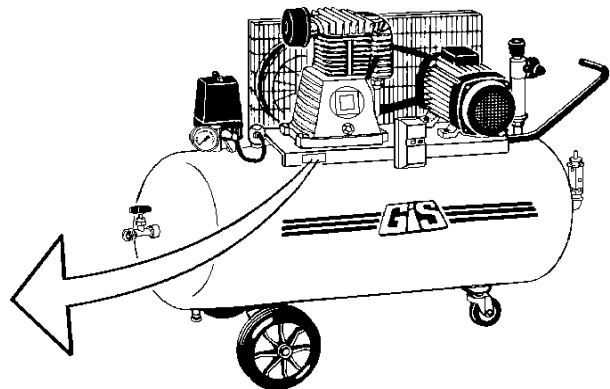

Fig. 1-1
L'elettrocompressore è identificato da una targhetta posta sulla fiancata della lamiera porta motore (fig. 1-1).
Der Elektrokompressor ist mit einem Schild, welches auf der Seite des Halterungsbleches des Motors sitzt, versehen. (Bild 1-1).
L'électrocompresseur est identifié par une plaquette située sur le côté en tôle de la porte du moteur (fig. 1-1).
El electrocompresor se identifica por una plaquita situada en el lado en lamera del puertamotor (fig. 1-1).
The electrocompressor is identified through a label attached on the side of the motor-holding plate. (fig. 1-1).
Maskinens identifikasjonsplate er plassert på motorbraketten. (fig. 1-1).
- 1 modello compressore e tipo (rilevabile dalla targhetta di fig. 1-1)
- 2 numero di matricola (rilevabile dalla targhetta di fig. 1-1)
- 3 tensione e frequenza dell'elettrocompressore (rilevabile dalla targhetta di fig. 1-1)
- 1 Kompressor Modell und Typ (sichtbar auf dem Schild von Bild 1-1)
- 2 Immatrikulationsnummer (sichtbar auf dem Schild von Bild 1-1)
- 3 Stromstärke und Frequenz des Elektrokompessors (sichtbar auf dem Schild von Bild 1-1)
- 1 modèle du compresseur et type (lisible sur la plaquette de fig. 1-1)
- 2 numéro de série (lisible sur la plaquette de fig. 1-1)
- 3 voltage et fréquence de l'électrocompresseur (lisible sur la plaquette de fig. 1-1)
- 1 modelo del compresor y tipo (se puede leer en la plaquita de fig. 1-1)
- 2 número de serie (se puede leer en la plaquita de fig. 1-1)
- 3 voltaje y frecuencia del electrocompresor (se puede leer en la plaquita de fig. 1-1)
- 1 type and model of the compressor (it can be read on the plate of fig. 1-1)
- 2 serial number (it can be read on the plate of fig. 1-1)
- 3 voltage and frequency of the electrocompressor (it can be read on the plate of fig. 1-1)
- 1 Model og type (se id.merke fig. 1-1)
- 2 Serienummer (se id.merke fig. 1-1)
- 3 Volt og frekvens (hz) (se id.merke fig. 1-1)